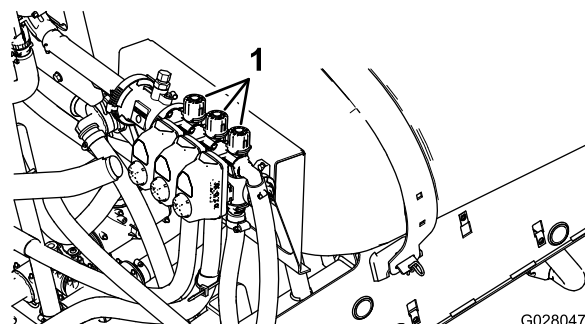

Figure 85
2. Placez la commande de section gauche en position désactivée et tournez le bouton sur la vanne de dérivation section gauche (**Figure 85**) jusqu'à ce que la pression indiquée corresponde à celle réglée précédemment (généralement 2,75 bar ou 40 psi).
4. Tournez le bouton de la vanne de dérivation de la section droite (**Figure 85**) jusqu'à ce que la pression indiquée corresponde à celle réglée précédemment (généralement 2,75 bar ou 40 psi).
6. Tournez le bouton de la vanne de dérivation de la section centrale (**Figure 85**) jusqu'à ce que la pression indiquée corresponde à celle réglée précédemment (généralement 2,75 bar ou 40 psi).